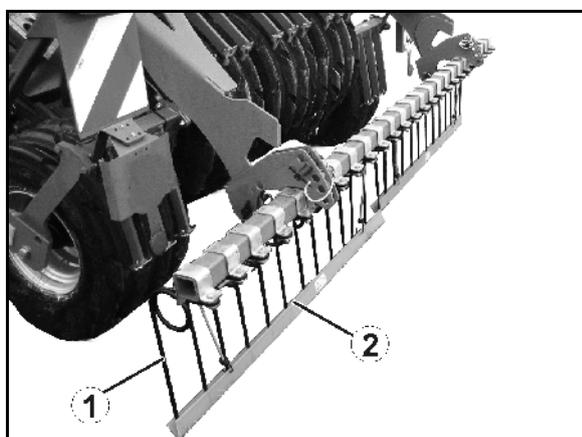

Fig. 8
Heckstriegel (Fig. 8/1):
- Verkehrsicherungsleiste (Fig. 8/2) für Heckstriegel bei Straßentransport